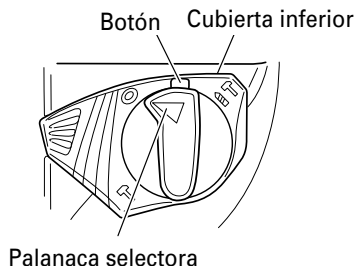

Fig. 8
- (2) Cuando fije las posiciones de trabajo de herramientas tales como cortafío, etc.
- (a) Apriete el botón, desbloquee la palanca selectora y gírela. Alinee la marca ▲ de la palanca selectora y ● del sujetador de palanca, tal como se muestra en la Fig. 8.